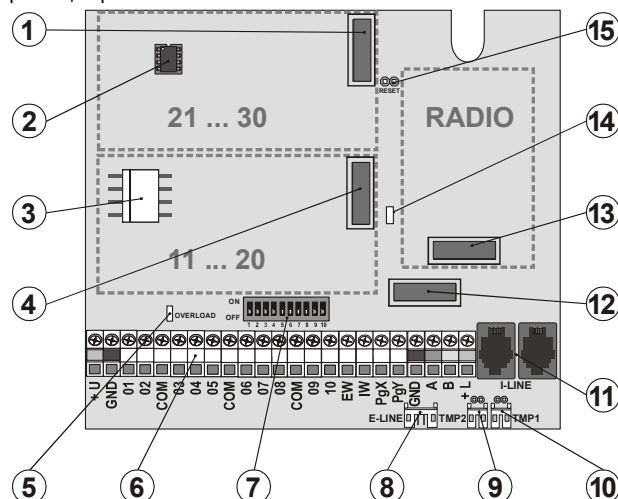

рис. 1 Материнская плата централи.
1. Разъем для второго модуля проводных входов JA-82C – предназначен для модуля входов с адресом L21 - L30. Для его функции должен быть всегда подключен первый модуль (рис. 1, позиция 4).
При подключении только одного модуля JA-82C (расширение на двадцать входов) должна быть использована позиция 4 модуля - см. рис. 1.
Радиомодуль JA-82R вставляется в позицию 13 см. рис. 1. Антенна для модуля находится во вложенной упаковке и устанавливается вставлением в канавки на боковинах корпуса см. рис. 9. При этом произойдет соединение разъемов антенны с контактами на модуле JA-82R. После подключения модуля можно в систему регистрировать беспроводные устройства.